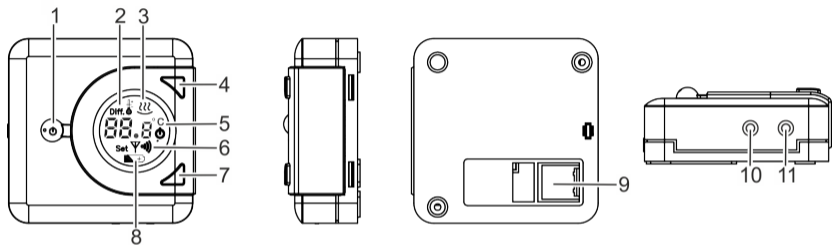

Fig. 1: Vista general del termostato ambiente
1. Para fijar la histéresis mantenga pulsados a la vez los botones superior (Fig. 1/4) e inferior (Fig. 1/7) durante 5 segundos.
⇒ El símbolo Diferencial de activación (Fig. 1/2) del display se enciende.
2. Pulse el botón superior (Fig. 1/4) para aumentar la histéresis o el botón inferior (Fig. 1/7) para reducirla.